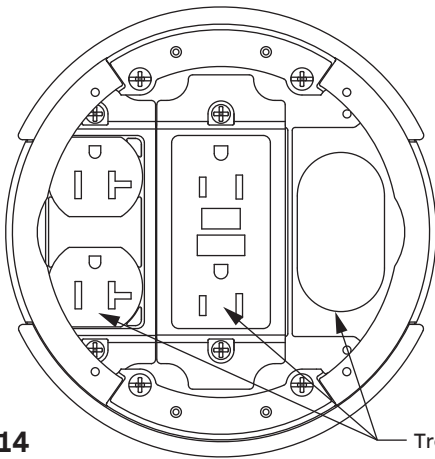

FIGURE 14
- 6.1 La boîte encastrable ne peut plus être pivotée une fois insérée dans le trou. Vérifier que les trois groupes sont placés dans la direction voulue avant d'insérer la boîte dans le trou. (Voir figure 14).